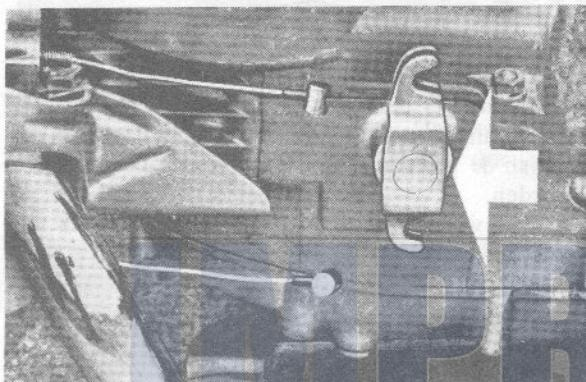

Fig. 7
- De schakelkabels uit laten hangen. De stelbouten geheel in draaien. Nippel aan het eind van de schakelkabel uit de gleuf van de schakelbal losnemen , Fig. 7.